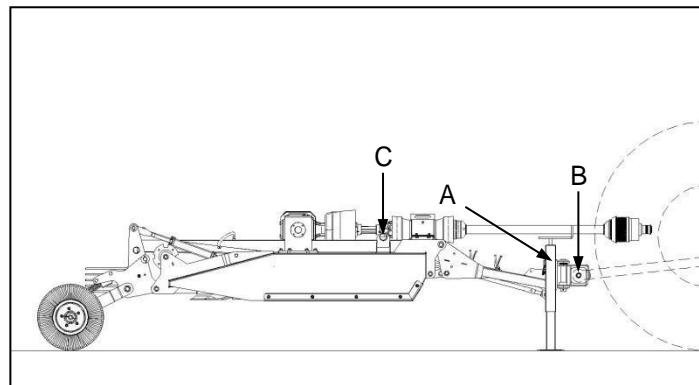

Fig. 2
- ✔ Insert the parking jack (Fig. 2-A) into the socket on the implement hitch and install the pin provided.
- ✔ When hitching the implement to the tractor, operate the tractor hitch adjusting the height and spread of lower link arms to sufficiently clear the implement drawbar pins (Fig. 2-B). Engage the lowest available gear on the tractor and reverse the tractor towards the implement to align mounting pins and facilitate hitching.
- ✔ Place the parking jack in storage bracket (Fig. 2-C) provided on the front right-hand corner of the main deck while the implement is in operation.
- ✔ Druk die parkeerdromkrag (Fig. 2-A) in die sok aan die implementhaak en druk die pen in wat voorsien is.
- ✔ Om die implement aan die trekker te haak, verstel eers die hoogte en spreid van die onderste koppelarms van die trekkerhaak só dat dit die implement se trekstang-penne genoegsaam vry laat (Fig. 2-B). Kies die laagste beskikbare rat en stoot die trekker agteruit na die implement toe om in lyn met die monterpenne te kom en haak die implement aan.
- ✔ Stoor die parkeerdromkrag in die stoorklamp (Fig. 2-C) op die voorste regterhoek van die hoofdek terwyl die implement in gebruik is.